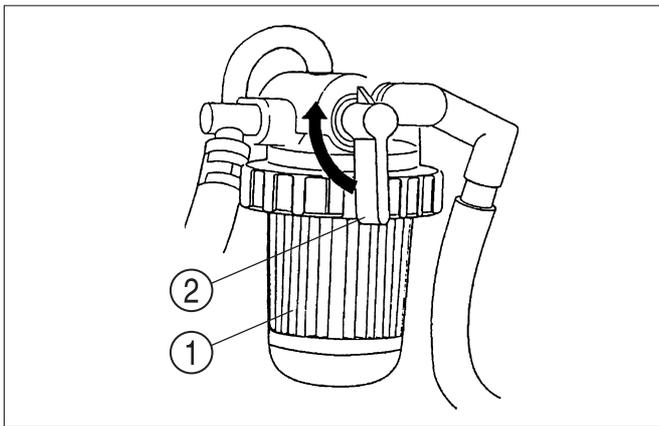

FIG. 71
**FIG. 71 :** Le filtre à carburant ①, se trouve sur le côté gauche du bâti de gauche et sert à débarrasser le carburant de ses impuretés avant qu'il atteigne la pompe d'injection. Le filtre à carburant incorpore une soupape ②, pour faciliter l'entretien du filtre et la purge de l'air du circuit de carburant.